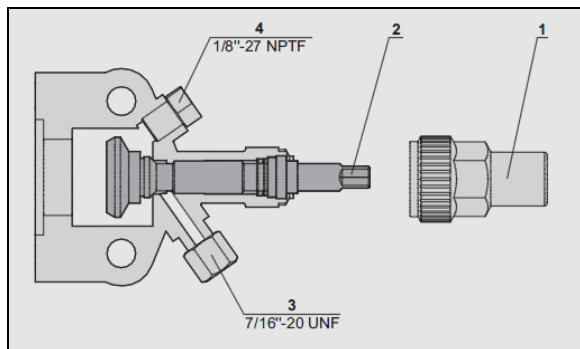

FIGURE 78: ROBINET D'ARRÊT DU COMPRESSEUR EN POSITION SIÈGE ARRIÈRE (POSITION NORMALE DE FONCTIONNEMENT)
4. Placer le robinet d'arrêt de l'aspiration du compresseur en position siège arrière (FIGURE 78).
- Éteindre le moteur et les robinets d'arrêt de l'aspiration et de l'évacuation en siège arrière (FIGURE 78).
- Mettre les deux robinets d'arrêt du compresseur en siège arrière (tige sortie) (FIGURE 78).
- Installer les manomètres de climatisation sur les raccords de service des soupapes d'arrêt du compresseur (élément 4, FIGURE 78).